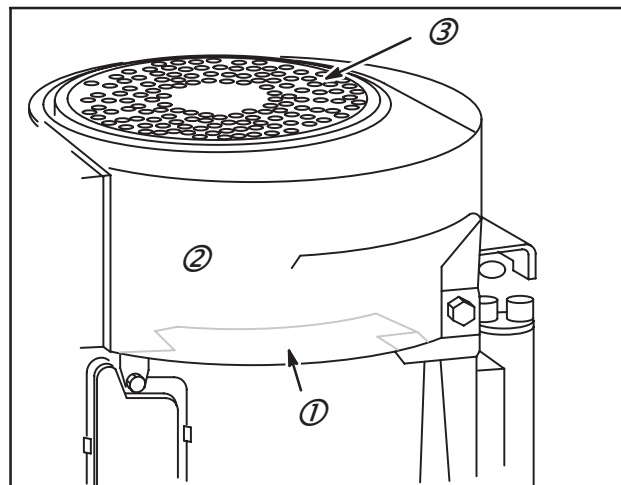

Fig. 123
Installer la grille rotative (3) et la volute (2) sur le moteur. Serrer les vis. Noter l'emplacement du protège volant (1), Fig. 123.